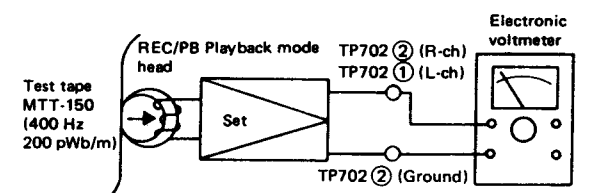

Figure 21-3
- Make connection of instruments as shown in Fig. 21-3, and adjust variable resistor VR701 or VR702 so that the playback sensitivity is as shown in Table 21-3.
- Stellen Sie sicher, daß zwischen den Instrumenten (siehe Abb. 21-3) eine Verbindung besteht und stellen Sie den Regelwiderstand VR701 oder VR702 so ein, daß die Wiedergabesensitivität die in Tabelle 21-3 angegebenen Werte annimmt.
- Brancher les appareils comme le montre la Figure 21-3 et régler la résistance variable VR701 ou VR702 de telle sorte que la sensibilité de lecture soit comme montrée sur le Tableau 21-3.